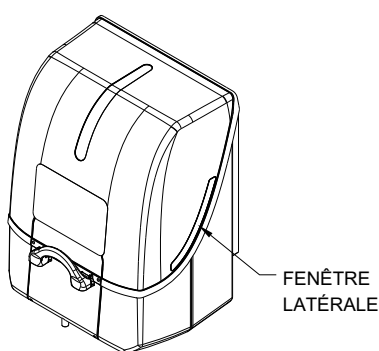

Figure 14
1. Inspectez visuellement le statut de la cartouche via les fenêtres latérales situées sur le couvercle (réf. Figure 14).